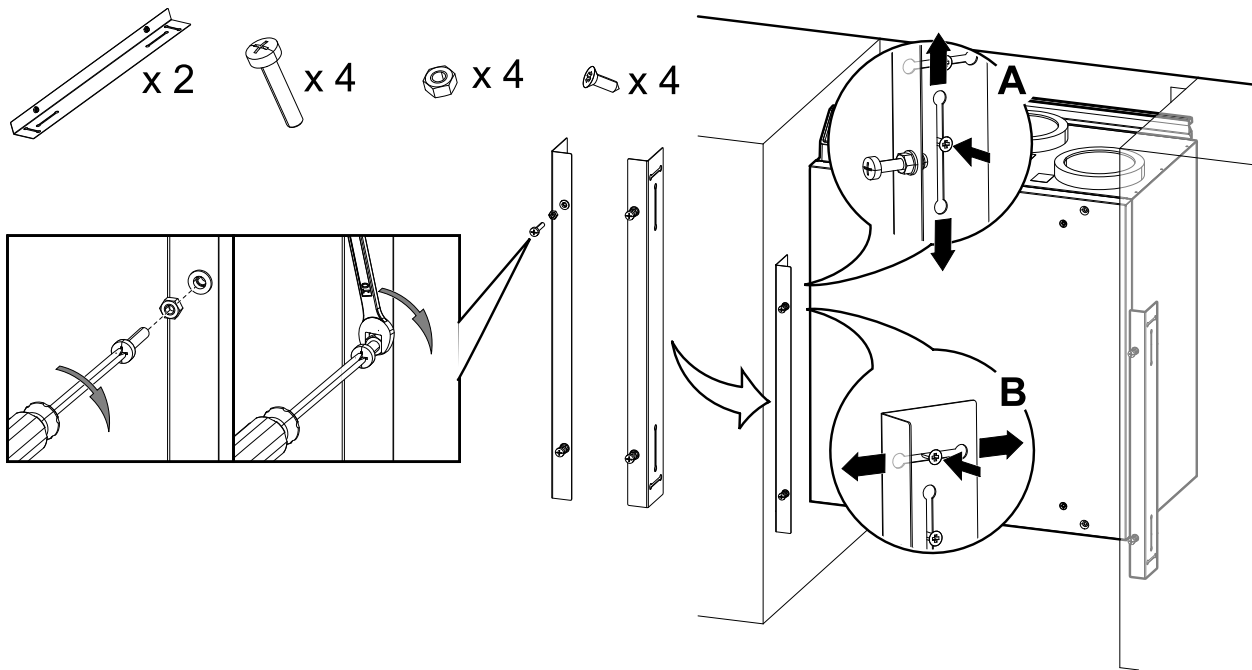

Bild 14 Die Installation der Schrauben und Halterungen
1. Vier M6-Schrauben in die Gewindeeinsätze am Gerät montieren und mit Sechskantmuttern sichern (Abbildung 14). Der Abstand der Schrauben kann nachträglich justiert werden.
Die Halterungen sind vertikal (Abbildung 14, A) und horizontal justierbar (Abbildung 14, B). Richten Sie die Halterungen an der Unterseite des Gerätes aus. Ziehen Sie die Schrauben nach dem Einstellen der Halterungen fest an.